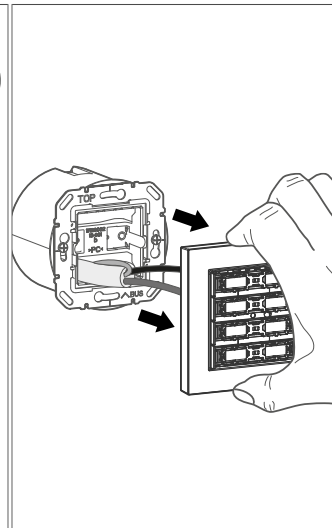

Bild 21: Gerät vom Tragring abziehen
- 3 Tastsensormodul vom Tragring abziehen. Designrahmen dabei festhalten (siehe Bild 21).